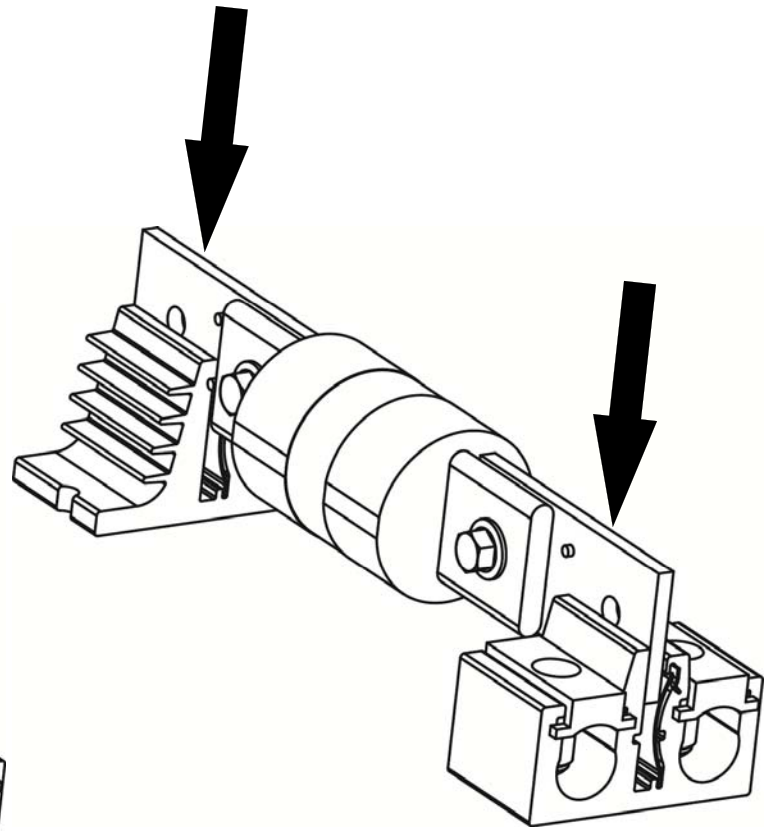
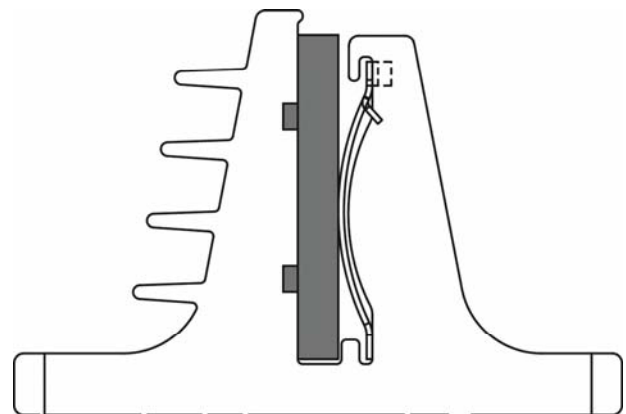

Fig. 4
Fig. 6
- Pousser l'ensemble de fusible « J » vers le bas (Fig. 4 et 5) sur la surface du connecteur, jusqu'à ce qu'il soit bien installé (Fig 6).